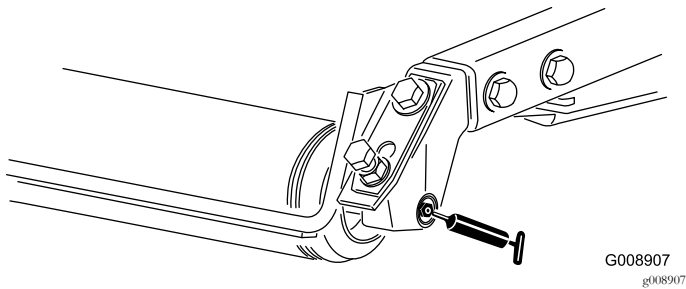

Bild 38
- Heckrollenlager (2 pro Mähwerk)—Bild 38